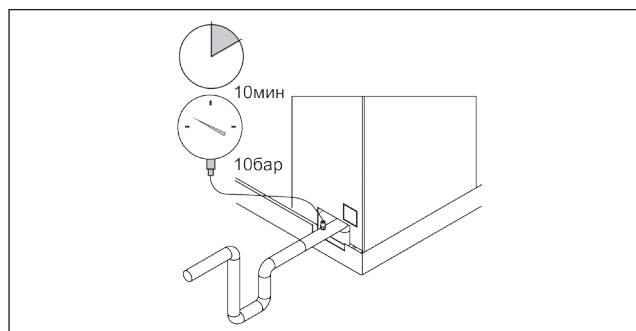

Рис. 13.1
1. Заполните теплообменник воздухоохладителя, а также узел TRV и узел соединения коллектора воздухоохладителя с линией всасывания сухим азотом или иным нейтральным газом до давления 10 бар и оставьте минимум на 10 минут (Рис. 13.1).